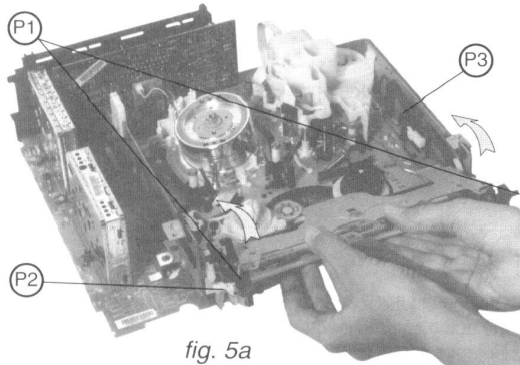

fig. 5a
#### WIEDEREINBAUEN: (Abb. 5a, 5b, 5c und 7)
- Die vorderen Ansätze des Kassettenträgers wie in Abb. 5a dargestellt einsetzen.
#### REFITTING: (fig. 5a, 5b, 5c und 7)
- Move the pins at the front of the cassette holder as shown in figure 5a.